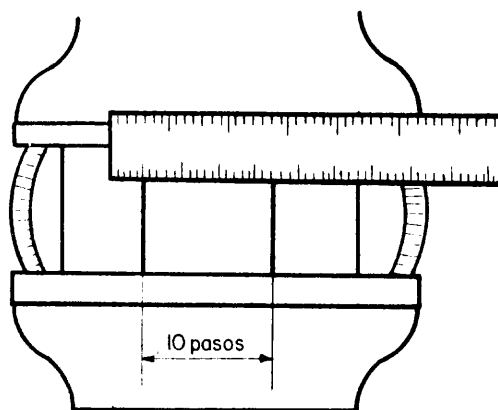

Fig. 6
- h Desplace la mesa en un valor correspondiente a 10 pasos de la estria (fig. 6).
- j Pare la máquina y verifique si la distancia entre los trazos corresponde a diez pasos (fig. 6).